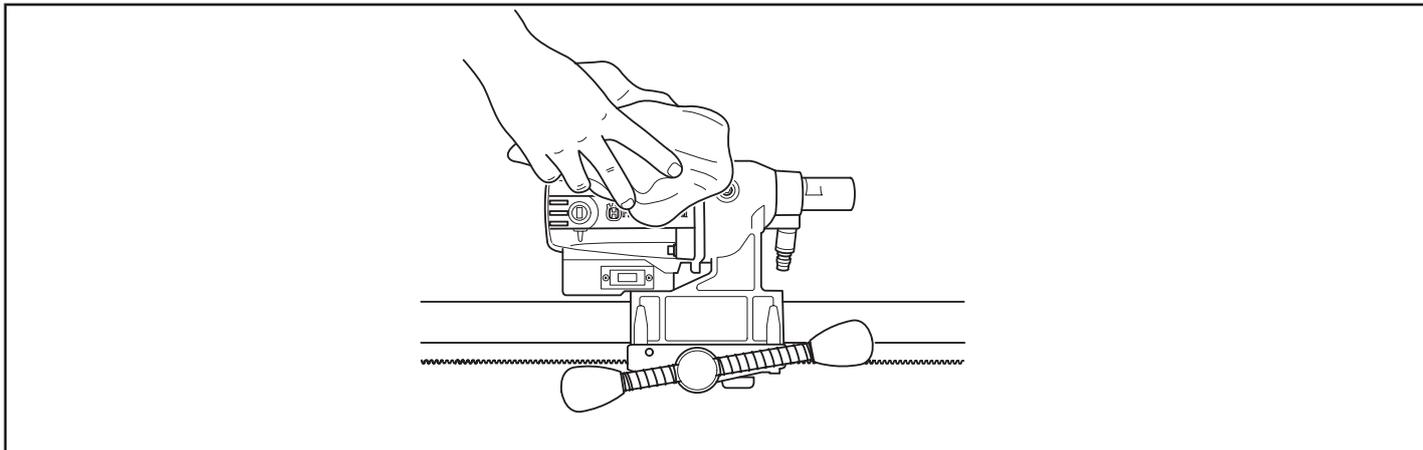

Fig. 13
- Mantenere la macchina e la punta pulite per la massima sicurezza durante la foratura (fig. 13).
- Gerät und Bohrer stets sauber halten, damit sicheres Bohren gewährleistet ist (Abb. 13).
- Nettoyer la machine et les trépan afin de garantir la sécurité pendant le perçage (Fig. 13).
- Hou de machine en de boor schoon zodat u veilig kunt boren (Fig. 13).